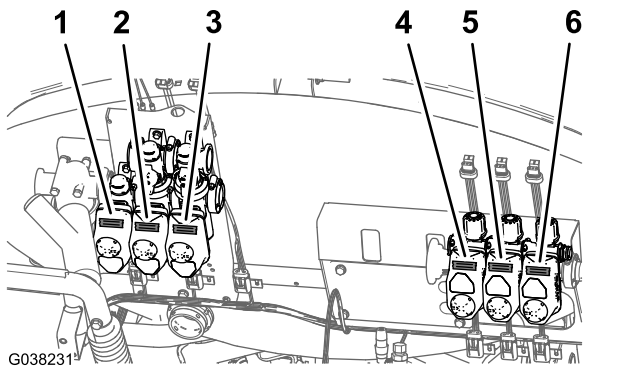

Figure 51
1. Utilisez des morceaux de ruban de marouflage pour désigner la position de la ou des actionneurs de vanne, comme montré à la Figure 51.
- Placez l'actionneur de vanne que vous avez identifié à l'opération 1 de Dépose des actionneurs de vanne (page 25) en face de la vanne de collecteur, à la position indiquée à la Figure 51.